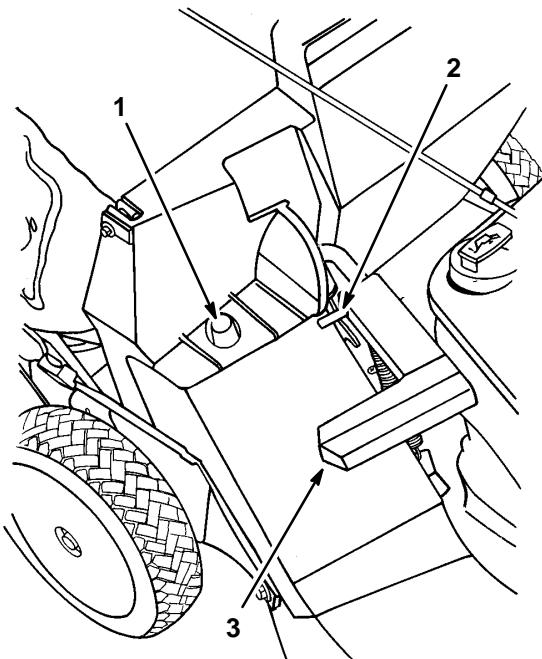

Figure 12
2. Compruebe que el asa de la puerta de descarga está completamente hacia adelante y que el pasador hace contacto con el enganche (Fig. 12).
3. INSTALACIÓN DEL SACO —Deslice el orificio del marco del saco sobre el poste de retención del canal de descarga (Fig. 12) y coloque la parte posterior del marco del saco sobre la barra de soporte.
5. VACIADO DEL SACO — Detenga el motor y espere a que todas las piezas móviles se detengan. Levante hacia arriba el asa de la puerta de descarga y muévala hacia adelante de forma que el pasador de traba haga contacto con el enganche (Fig. 12). Sujete las asas de la parte delantera y trasera del saco y despéguelo de la cortadora. Voltee el saco gradualmente hacia adelante para vaciarlo de recortes.